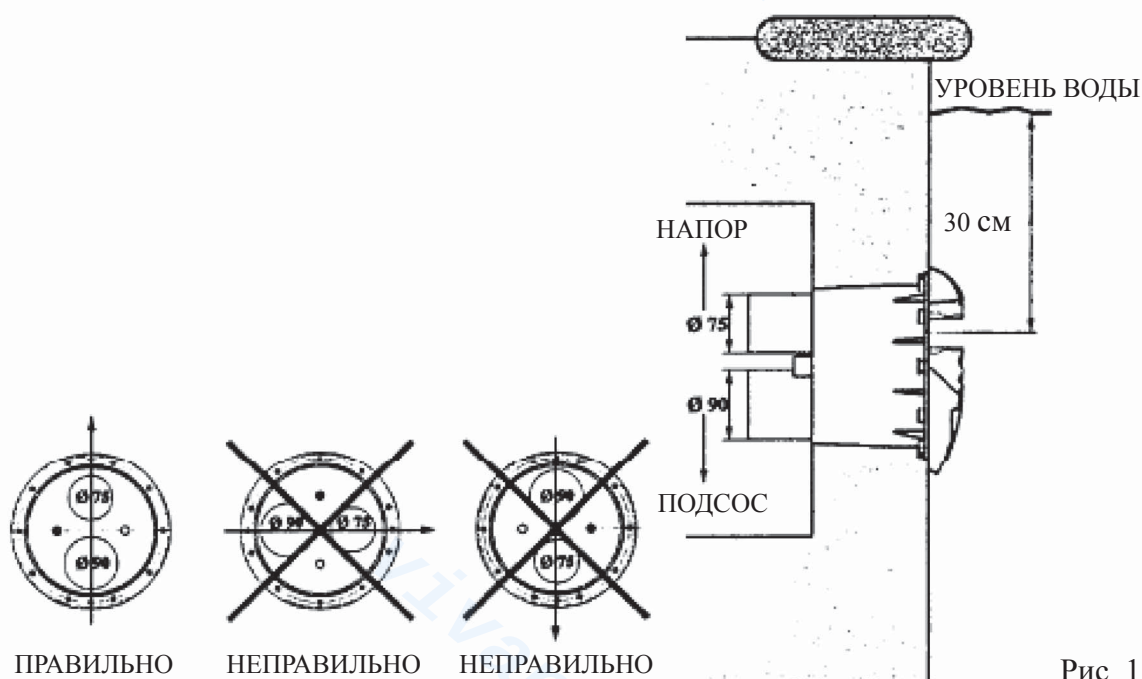
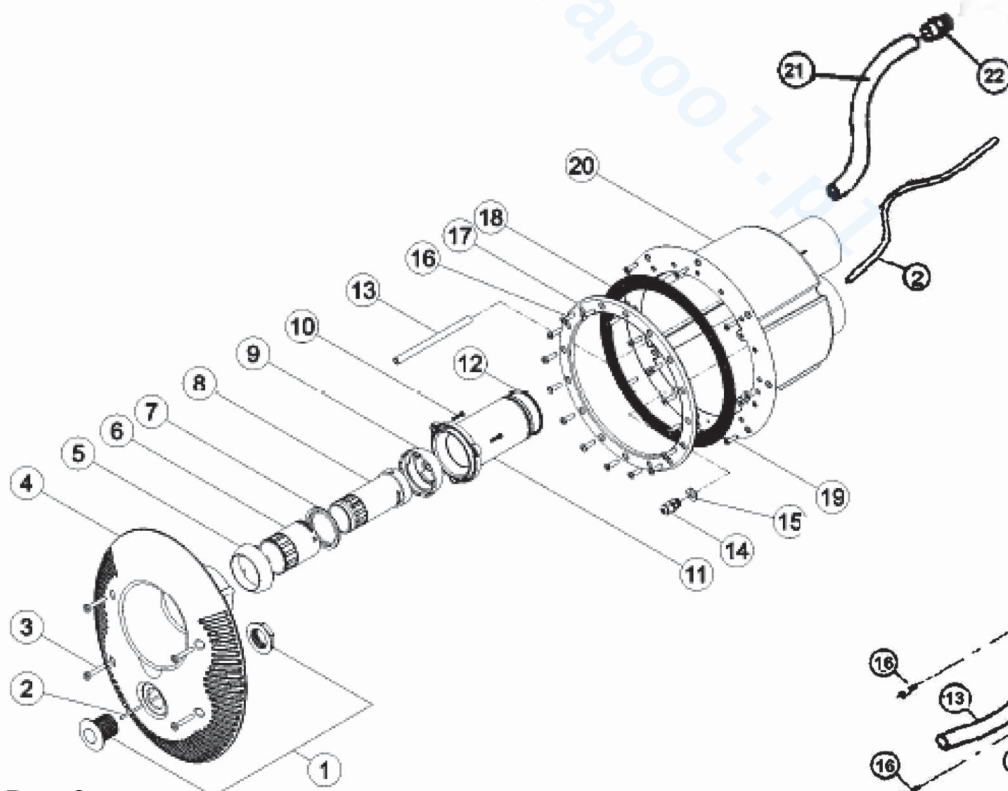
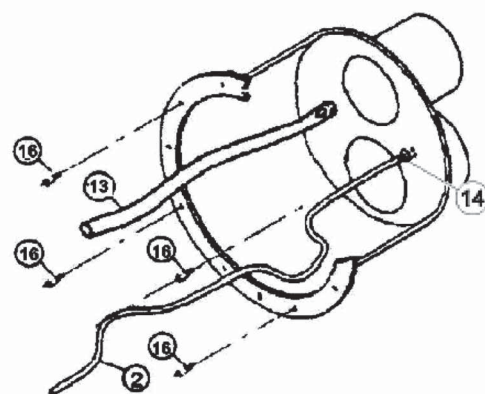
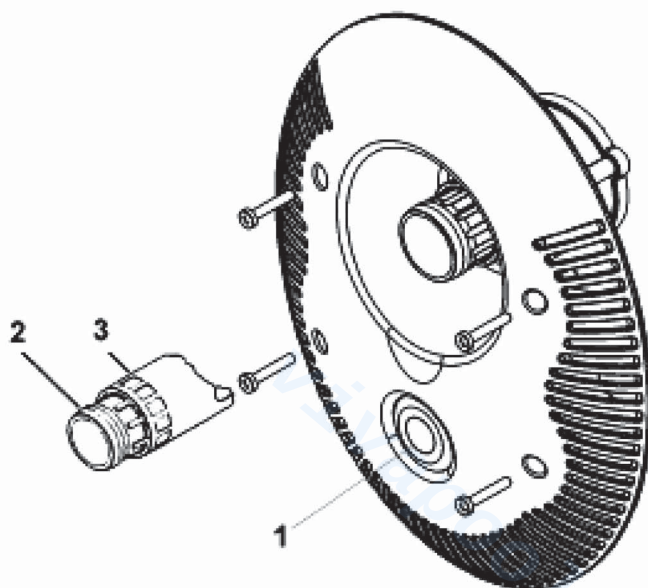

Рис. 1
Рис. 3
Рис. 4
Рис. 6
На рисунке 1 К Вашему сведению обозначено как правильно выбрать местоположение блока противотока в процессе установки. Напорное отверстие диаметром 75 мм и всасывающее отверстие диаметром 90 мм должны быть расположены так, чтобы сторона с напорным отверстием (диаметром 75 мм) была установлена выше, чем сторона с всасывающим отверстием (диаметром 90 мм) см. рисунок 1. Противоточный агрегат установите так, чтобы середина отверстия форсунки была 30 см под уровнем воды (см.рис.1). Эти указания совершенно необходимо соблюсти и согласно с ними агрегат установить, чтобы оборудование правильно работало.
На блок противотока (поз. 20 рис. 3) приклеить шланг (поз. 21 рис. 3) и поместить в технологическое пространство (колодец). Концы шлангов закройте от попадания бетона. Блок противотока поз. 20 рис. 3 установите как показано на рис. 2а, в отверстие в бетоне или бетонной стене, или в опалубке для бетона без фланца и прокладки. Как только блок прикреплен к стене, проводите мероприятия в соответствии с п.4 инструкции и установите пневмовод и воздуховод.
Прокладку (поз. 18 на рис. 3) плотно прижмите к блоку противотока (поз. 20 на рис. 3) с помощью 2 винтов (поз. 19 на рис. 3), при этом пленка должна находиться между двумя прокладками (рис. 2b). Наконец установить фланец (поз. 17 на рис. 3) и затянуть винты (поз. 16 на рис. 3), и только после этого можно вырезать отверстие в пленке на внутренней стороне фланца.
На стене бассейна подготовить отверстие диаметром 270 мм так, чтобы центр форсунки был 30 см под уровнем воды, как описывается в п. 2 и на рис. 1. Блок противотока поз. 20 рис. 3 установить с внутренней стороны бассейна в подготовленное отверстие. Блок прикрепите с помощью 8 самонарезных винтов поз. 19 рис. 3 на стену бассейна, как показано на рис. 2с.
Прокладку (поз. 18 на рис. 3) плотно прижмите к блоку противотока (поз. 20 на рис. 3) с помощью 2 винтов (поз. 19 на рис. 3) после установки пленки прикрепить фланец (поз. 17 на рис. 3) и затянуть винты (поз. 16 на рис. 3), только потом можно вырезать отверстие в пленке на внутренней стороне фланца.
На стене бассейна вырезать отверстие диаметром 230 мм так, чтобы центр форсунки был 30 см под уровнем воды, как описывается в п. 2 и на рис. 1.
Прокладку (поз. 18 на рис. 3) наклейте снаружы на стену бассейна и по этой шаблоне подготовьте отверстия для 16 винтов фланца (поз. 16 рис. 3).
Блок противотока (поз. 20 рис. 3) установите на бассейн снаружы и фланец (поз. 17 на рис. 3) прикрепите винтами (поз. 16 на рис. 3) с внутренней стороны, как показано на рис. 2d.
На шланг подачи воздуха наклеить переход (поз. 22 рис. 3) и установить обратный клапан (поз. 23 рис. 3). Важно установить обратный клапан на стену технологического колодца так, чтобы был исключен подсос нечистот (см. рис. 6). Как последнюю прикрепите гибкую трубку (поз. 13 рис. 3) вжатием на форсунку блока противотока (см.рис. 4).
Это подсоединение состоит из шланга (поз. 21 рис. 3), который служит для защиты трубочки пневматического выключения. Трубочку пневматического выключения всуньте в защитный шланг (шланг поз. 21 рис. 3) и протяните ее конец через отверстие к блоку противотока (поз. 21 рис. 3) и закрепите изолятором (поз. 14). Конец трубочки (поз. 2 на рис. 3) будет подключен к пневматическому выключателю (поз. 1 на рис. 3), расположенном на передней стороне блока противотока.
Комплектная передняя крышка поставляется в собранном состоянии и складывается из компонентов №1 - 12 (см. рис. 3). Исключение составляет прозрачная пневматическая трубка (поз. 2), которая уже установлена на блоке противотока (см. рис. 4).
- Подключить трубочку поз. 2, насунуть на стержень пневматической кнопки (поз. 1 на рис. 3).
- Подтянуть четыре винта (поз. 3 на рис. 3). После этого передняя крышка готова для пользования.
Как только противоток смонтирован в соответствии со всеми требованиями инструкции, становится ваш бассейн местом отдыха и развлечения благодаря радости и удовольствию, предоставляемому струями воды и пузырьками воздуха, которые создаёт наш агрегат. Находясь в бассейне, можно включать противоток нажатием пневматического выключателя (поз. 1 на рис. 6). Противоток можно установить для подачи струи воды или смеси воды с воздухом в зависимости от выбранной позиции передних форсунок (см. рис. 6). Только струя воды: Максимальный проток воды подается при повороте внутренней форсунки (поз. 2 на рис. 6) влево. Поворотом форсунки вправо сила давления воды снижается. Поток воды с воздухом: Для регуляции подачи воздуха поворачивайте внешнюю форсунку (поз. 3 рис. 6).
Подключение электроприбора к электрической сети может производить только квалифицированный специалист. Мотор должен быть подключен к электросети с помощью автомата перегрузки, который отвечает номинальным параметрам данного типа оборудования и остаточному напряжению 0,03 А. Напряжение электросети должно соответствовать данным, приведенным на щитке оборудования. Все металлические компоненты оборудования должны быть соединены и заземлены. Электрическая характеристика предохранительных элементов и нормативы должны соответствовать требованиям для мотора, который подключается через предохранительный элемент в соответствии с условиями эксплуатации. Необходимо соблюдать все приведенные изготовителем инструкции (см. обозначение на щитке). При установке трёхфазного мотора, подключение на клеммы обмотки мотора должно быть проведено звездой. Все входящие и выходящие кабели из распределительной коробки должны проходить через проходные изоляторы, которые предотвращают проникновение влаги и грязи в распределительную коробку. Подключение кабелей должно проводиться посредством клемм. Панель электропневматического включения должен быть установлен на сухом месте, над уровнем воды и на расстоянии не более 7 м от пневматического выключателя на передней стороне блока противотока. Пневматическая трубка (поз. 2 на рис. 3) предназначена для подсоединения к электропневматическому выключателю на электропневматическом распределителе. Нужно тщательно проверить целостность и ровность трубки.